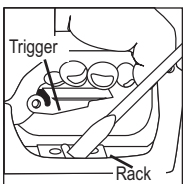

Figure 7/Ilustración 7
- Place the nozzle on a flat surface. Hold lever in open position and insert a flat-bladed screw driver along side of the hold-open rack. Pry the rack upward and off the rivets. (See Figure 7) CAUTION: Protect your face and other exposed body parts; wear safety glasses.
- Coloque la pistola sobre una superficie plana. Mantenga la palanca en posición abierta e inserte un destornillador de punta plana por el lado del soporte desobturador. Levante el soporte y saque los remaches. (Vea la ilustración 7) PRECAUCIÓN: Proteja la cara y demás partes del cuerpo expuestas; use gafas protectoras.